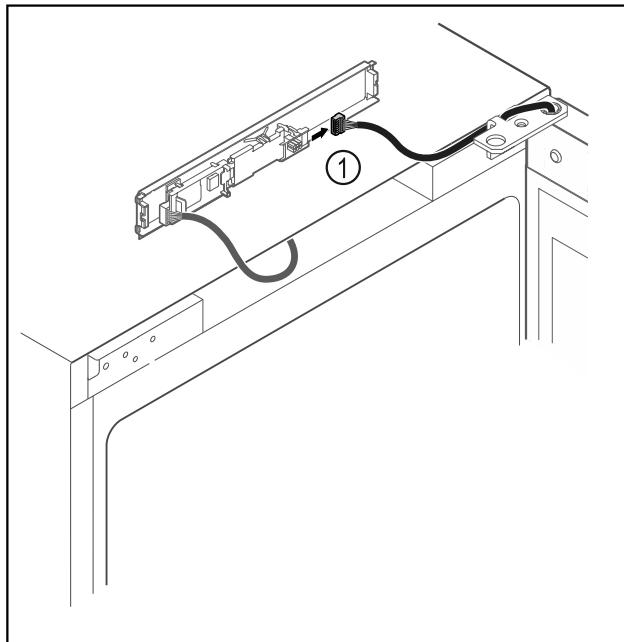

Fig. 13
- Извадете щекера *Fig. 13 (1)* от платката.